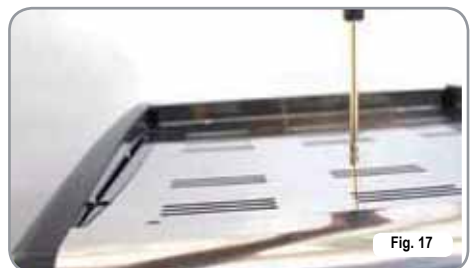

Fig. 17
- dévisser la vis centrale du panneau supérieur (Fig. 17);